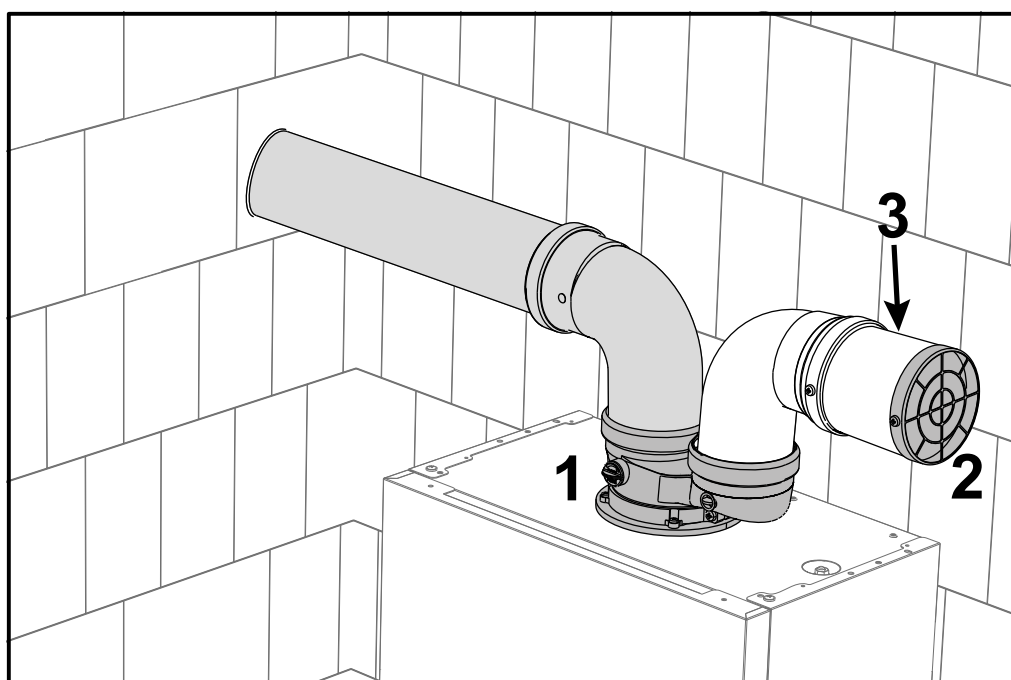

fig. 37- Beschermrooster
Installeer het startaccessoire (ref. 1fig. 37 - code **041082X0**). In de aanzuigleiding moet het beschermrooster zijn gemonteerd (ref. 2 - fig. 37 - code **1KWMA85A**). Plaats indien nodig een adapter (3) tussen het rooster en het accessoire.